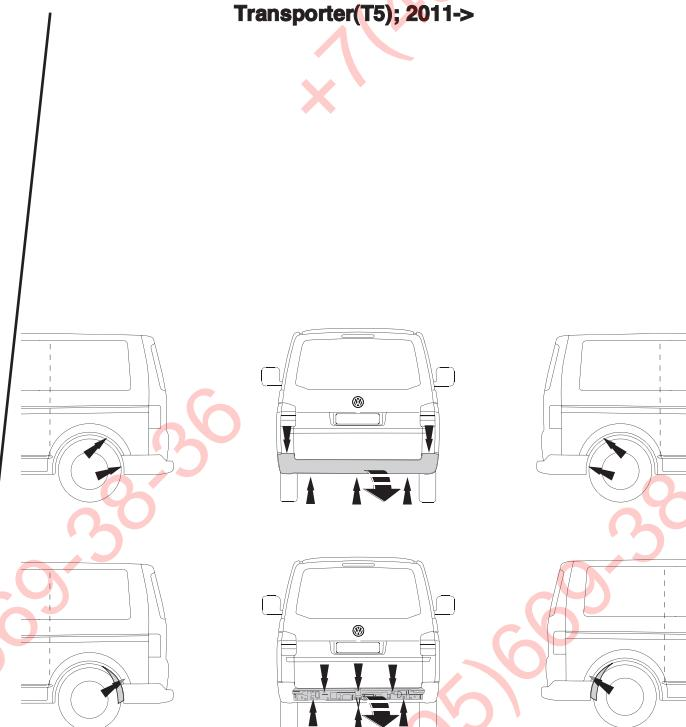

Fig.3
- Remove the rear-light units. (fig 3)
- Remove the bumper and the steel buffer beam from the vehicle. The buffer beam will no longer be needed. Replace the bolts. (fig 3)
1. Démonter les feux arrière. (figure 3)
2. Déposer le pare-chocs du véhicule y compris la traverse en acier ; la traverse ne sera plus utilisée. Remettre les boulons de fixations en place. (figure 3)
1. Déposer le pare-chocs. (figure 3)
2. Démonter la garniture du pare-chocs. (figure 3)
1. Demontera baglysenhederne. (fig. 3)
2. Demontera kofangeren, inklusive köretøjets stålstødbjælke. Denne bliver overflødig. Sæt bolte på plads igen. (fig. 3)
1. Demontera kofangeren. (fig. 3)
2. Demontera kofangerinderstykket. (fig. 3)